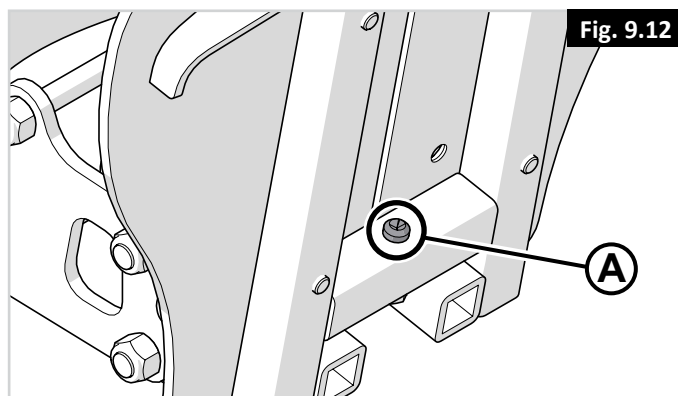

Fig. 9.12
2. Dra sedan åt (A - Fig. 9.12) (4 mm insexnyckel)